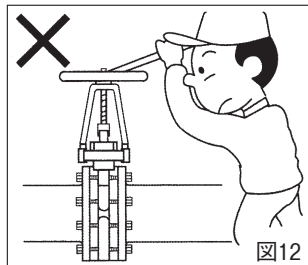

図12
- X. 手動式のバルブを開閉するために二次的な道具(例：ハンドル回し等)を使用して開閉しないでください。バルブ損傷の原因となります。(図12)